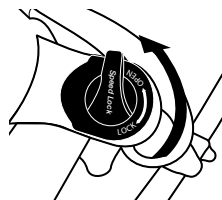

Figure 19.
- Pour déverrouiller la fourche suspendue, tournez la molette de réglage dans le sens indiqué par la flèche avec l'inscription « OPEN » jusqu'à la butée (Figure 19).